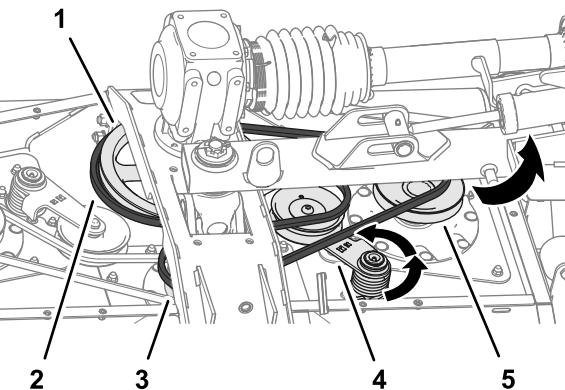

Figura 65
2. Utilice una llave de extensión o una herramienta similar para girar el tensor de la correa larga en sentido antihorario y deslice la correa para sacarla de la polea del tensor (Figura 65).
3. Deslice la correa larga para sacarla de la polea de transmisión, la polea de eje central y la polea de eje derecho (Figura 65).